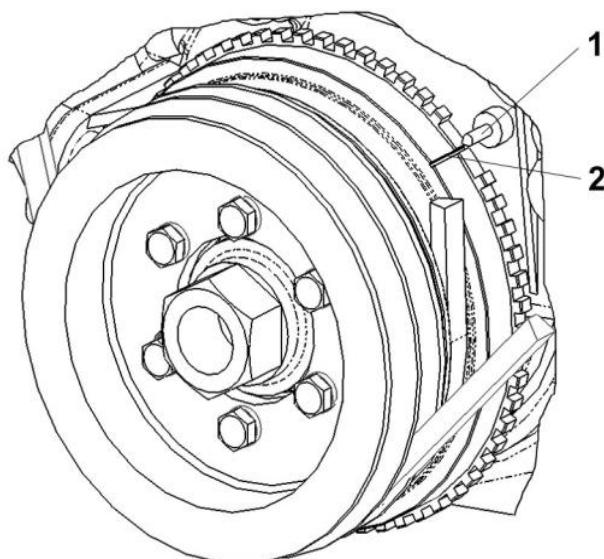

Рис. 11. Установочная метка на шкиве-демпфере коленчатого вала:
- установить поршень первого цилиндра в ВМТ такта сжатия, для чего повернуть специальным ключом на 36 мм коленчатый вал двигателя до положения, при котором метка на шкиве-демпфере коленчатого вала совместиться со штифтом на крышке распределительных шестерен (рис. 11). При этом коромысла впускного и выпускного клапанов первого цилиндра будут свободно покачиваться (клапаны закрыты);